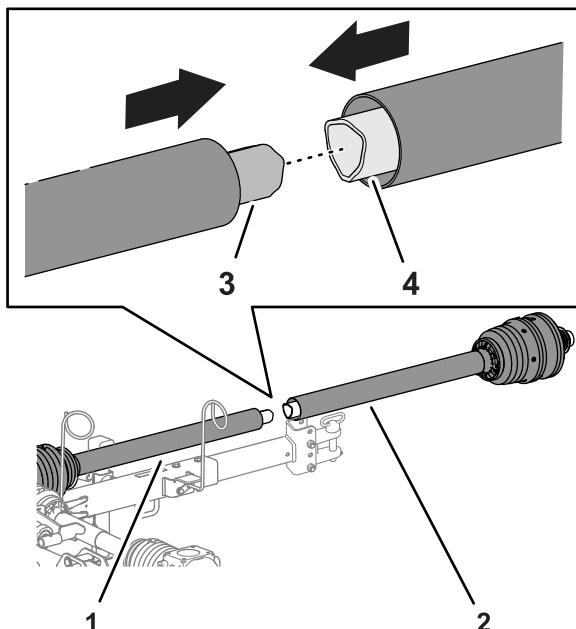

Рисунок 8
1. Совместите внутреннюю трубку задней половины приводного вала механизма отбора мощности с наружной трубкой передней половины приводного вала механизма отбора мощности и наденьте трубы одну на другую (Рисунок 8).